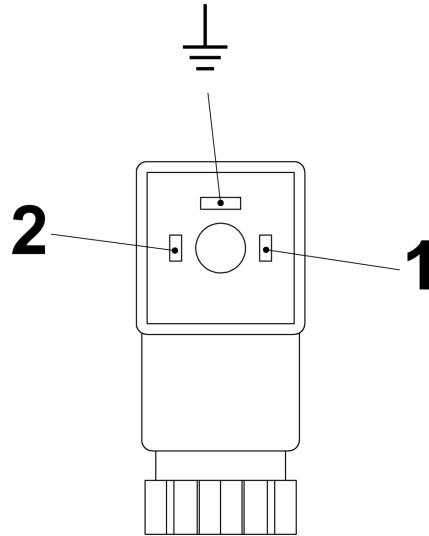
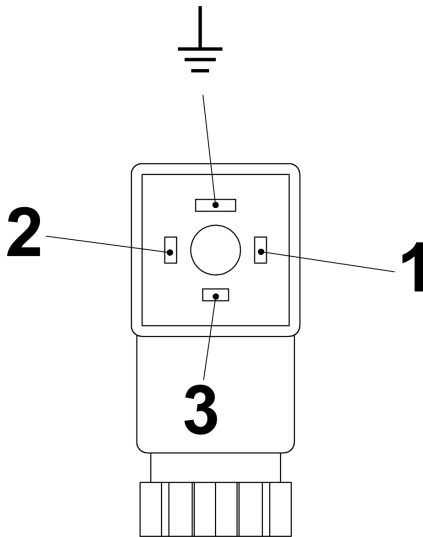

Abb. 24: Pin-Belegung Steckerdose Schließer (Form 15x50)
Abb. 25: Pin-Belegung Steckerdose Wechsler (Form 15x50)
6. ➔ Anschluss gemäß den Anschlussbildern (Abb. 24 und Abb. 25) vornehmen